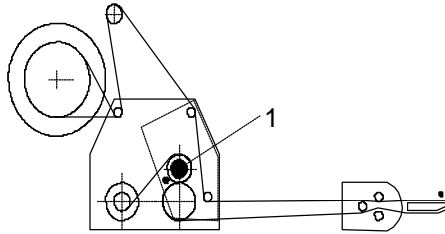

Bild 1
An der vorgezogenen Bahn die Etiketten vom Trägerpapier lösen. Anschliessend durch die Drehung des Knopfes (1) die Gegendruckwalze öffnen, das Trägerpapier (Schutzpapier) um die Spendeckante umlegen und gemäss Schema (Bild 1) einfädeln.